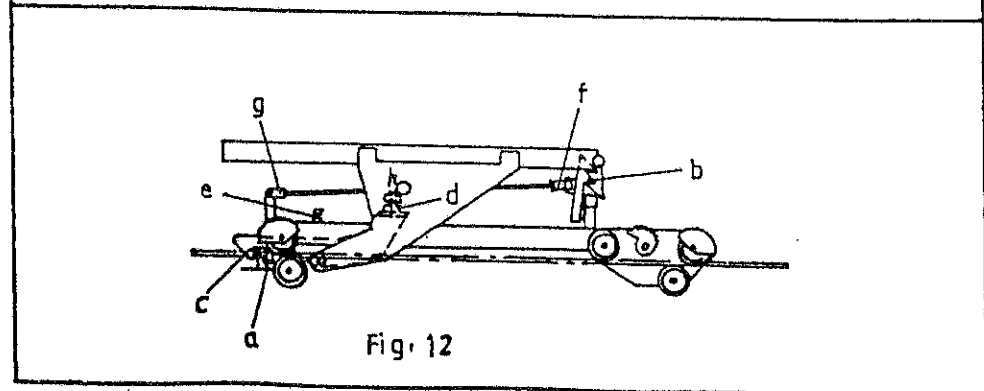

Fig. 12
- * Durante la corsa di salita della slitta poco prima di arrivare alla testata (fig. 12a) la levetta di disinnesco va a toccare una battuta sulla testata e libera così il blocco di ribaltamento (fig. 12b). Contemporaneamente scatta il blocco indietro sulla testata impedendo il ritorno della parte inferiore della slitta (fig. 12c). Attivando ulteriormente il verricello su "alzare" il bozzello per la fune sul timone provoca la spinta di ribaltamento. Terminato il ribaltamento, attivando il verricello su "abbassare", orientare immediatamente all'indietro la parte superiore della slitta con il mezzo di trasporto, cosicché lo scatto del blocco indietro (fig. 12c) si blocchi di nuovo e il blocco di ribaltamento (fig. 12b) possa innestarsi. In caso di disturbi nell'operazione di ribaltamento il bloccaggio può essere nuovamente regolato per mezzo delle viti di regolazione (fig. 12 d+e) come pure per mezzo della testa a forcella (fig. 12f). Se il ribaltamento deve venire bloccato, la testa a forcella (fig. 12g) deve essere separata dalla leva di sgancio e agganciata nell'anello della catena saldato lì accanto.